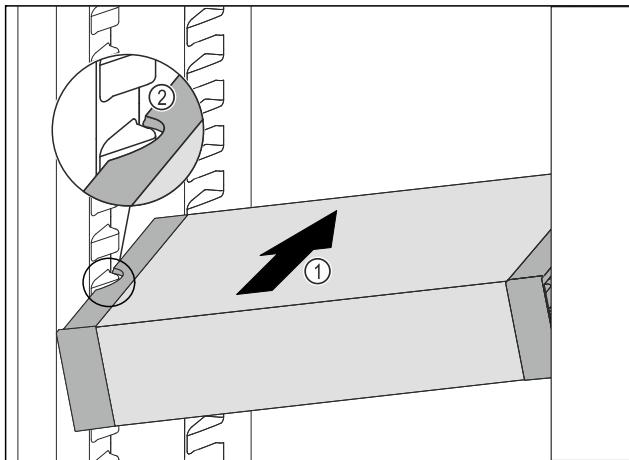

Fig. 93
- Predal VarioSafe potiskajte poševno v hladilnik Fig. 93 (1), dokler stranska izreza Fig. 93 (2) predala VarioSafe nista na višini nastavka za posodo v hladilniku.